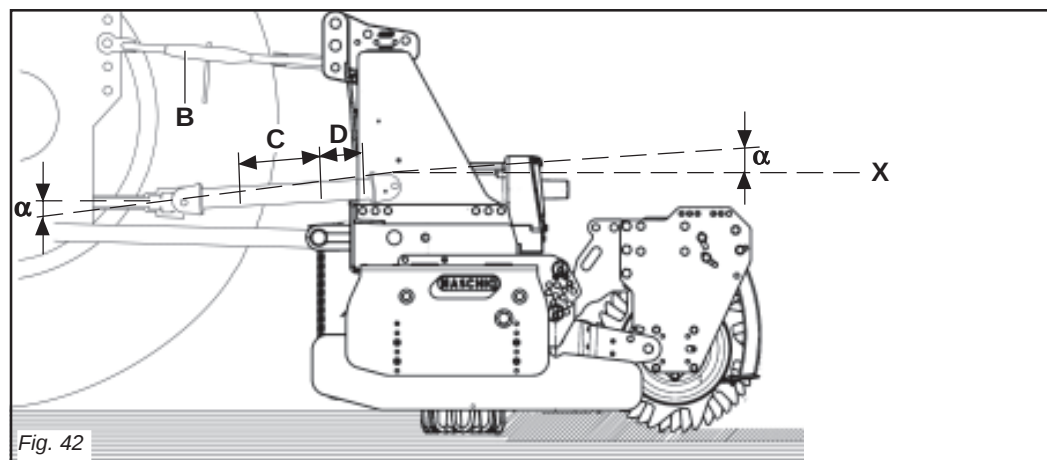
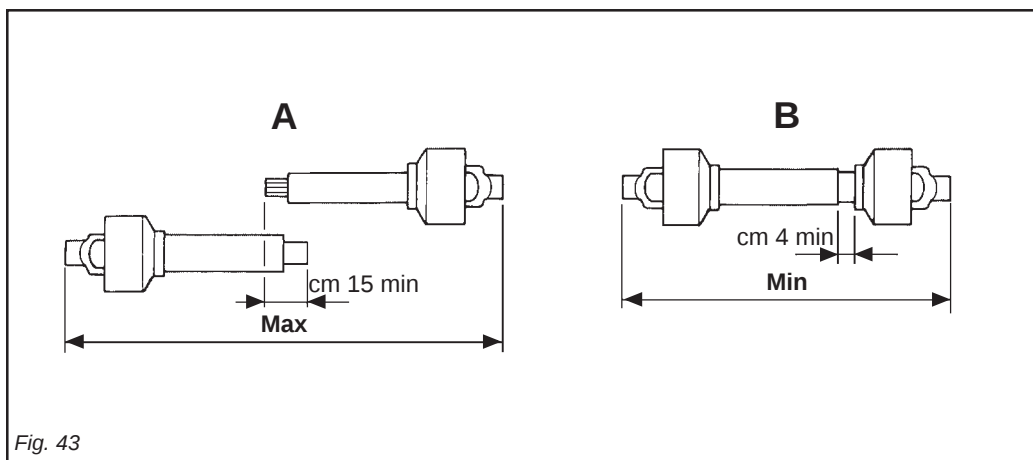

Fig. 42
Fig. 43
Per fare ciò aumentare o diminuire la lunghezza della barra superiore dell'attacco (B Fig. 42) in modo da portare l'asse (X Fig. 42) della ghiera scanalata della scatola parallela al suolo.
- I due angoli (α Fig. 42) formati dalle
- Les deux angles (α Fig. 42) formés par
Um dies zu erhalten, die Länge der oberen Kupplungsstange (B Abb. 42) erhöhen oder verringern, bis die Achse (X Abb. 42) der Keilmutter des Gehäuses parallel zum Boden steht.
- Die beiden Winkel (α Abb. 42), die aus den Achsen der Gabeln und der Ach-
- La copertura (C Fig. 42) dei tubi scorrevoli deve essere di 15 cm minimo (Fig. 43).
- I due tubi dell'albero di trasmissione a cardano non si devono ricoprire completamente, una corsa di sicurezza (D Fig. 42) di 4 cm minimo deve sussistere.
- Gli angoli (α Fig. 42) dei cardani non devono essere superiori a 40° (Fig. 11).
- Die Überdeckung (C Abb. 42) der Gleitrohre muss mindestens 15 cm ausmachen (Abb. 43).
- Die beiden Rohre der Gelenkwelle dürfen sich nicht ganz überdecken. Es muss noch einen Sicherheitshub (D Abb. 42) von mindestens 4 cm geben.
- Die Winkel (α Abb. 42) der Gelenkwellen dürfen nicht größer als 40° sein (Abb. 42).
Quando l'albero cardanico è sfilato al massimo, i due tubi devono sovrapporsi per almeno 15 cm. Quando esso è inserito al massimo, il gioco minimo consentito deve essere di 4 cm. (Fig. 43).
Wenn die Gelenkwelle so weit wie möglich auseinandergezogen ist, müssen die beiden Teile sich noch um wenigstens 15 cm überlappen. Wenn die beiden Teile ganz zusammen geschoben sind, muß das kleinstmögliche Spiel 4 cm ausmachen (Abb. 43).